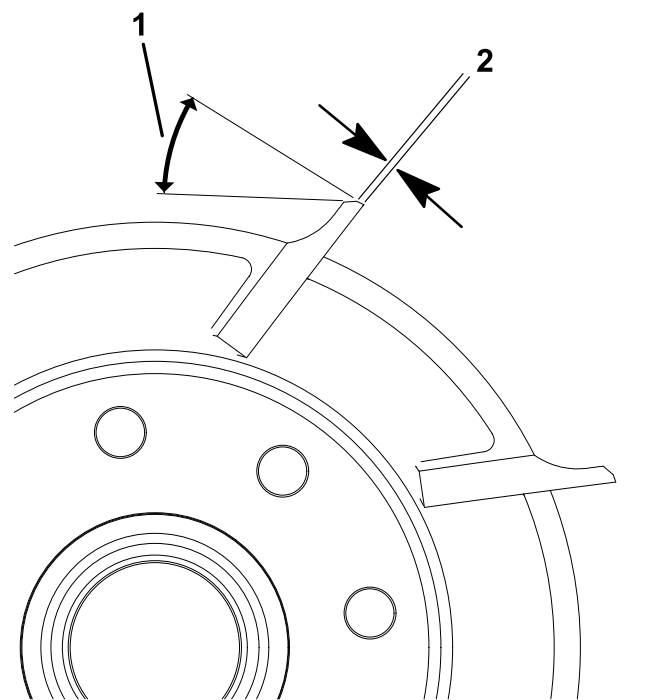

Figura 27
1. Aplicai un unghi de rectificare  $30^\circ$  pentru toate lamele cilindrului, până când lăimea la sol atinge 0,8 mm (Figura 27).